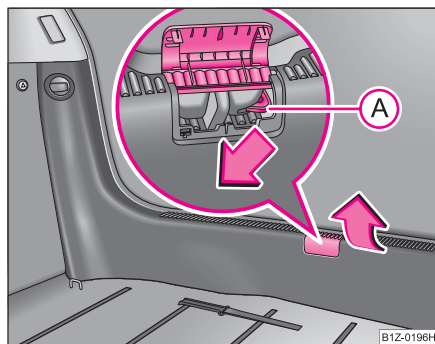

Fig. 32 Desbloqueo de emergencia de la tapa de maletero
- Levante la cubierta de la cerradura ⇒ fig. 32.
- Con ayuda de un objeto estrecho, p. ej., un destornillador, presione la palanca de mando (A) en el sentido de la flecha hasta el tope; se desbloqueará la tapa del maletero.